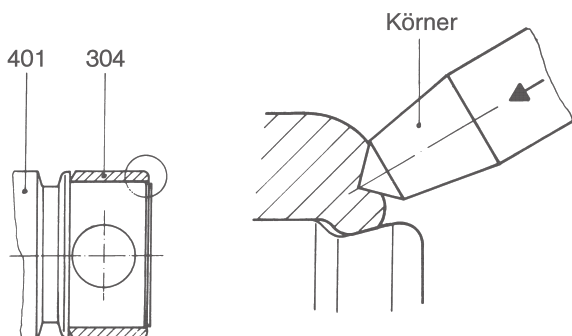

Bild 7: Sichern der Gelenkhülse.
- Gelenkschellen (306), Gelenkmanschetten (308) und Gelenkhülse (304) auf den Schaft der Gelenkwelle (307) schieben.
- Gelenkwelle (307) in den Kopf des Rotors (401) bzw. der Steckwelle (125) einschieben.
- Gelenkbolzen (301) in die Gelenkbuchse (302) schieben und Buchsen für Gelenkbolzen (303) vollständig eintreiben.
- Gelenkhülse (304) am Außendurchmesser, wenn erforderlich, glatt schmiegeln und auf den Kopf des Rotors (401) bzw. der Steckwelle (125) aufziehen.
- Nach dem Aufziehen der Gelenkhülse (304) diese gegen axiales Verschieben auf dem Kopf des Rotors (401) bzw. der Steckwelle (125) sichern.
- ACHTUNG** Hierzu Stirnseite der Gelenkhülse (304) mit einem Körnerschlag in die Nut am Kopf des Rotors (401) bzw. der Steckwelle (125) treiben (siehe Bild 7).